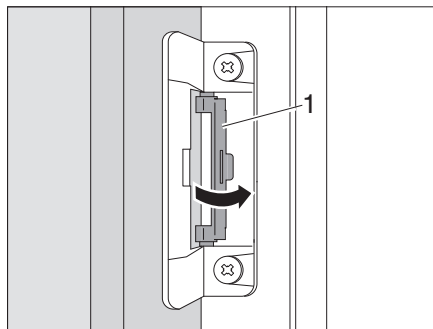

Fig. 151 Girar el bloqueo de vuelta a la posición inicial
- Girar el bloqueo (Fig. 151,1) de vuelta a la posición inicial.